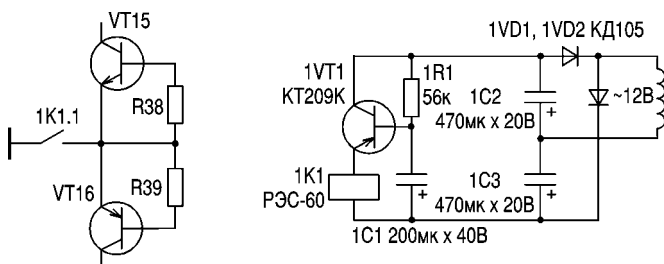
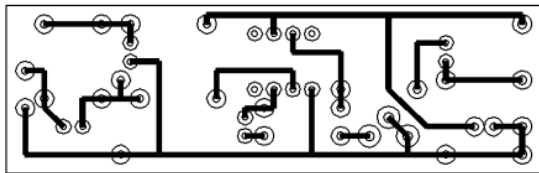

рис. 1
рис. 4
К счастью, этот дефект легко устраним, достаточно увеличить емкость конденсаторов С3 и С4 (см. схему [1], рис.4) примерно в пять раз или более, например, до 470 мкФ. При этом частота среза тоже уменьшается во столько же раз и оказывается менее 2 Гц, чего вполне достаточно с точки зрения известных психофизиологических свойств слуха. По той же причине следует увеличить и емкость конденсаторов С1 и С2 до 1 мкФ или более. Такая несложная модернизация
водов, во всяком случае, об их применении в [6] не упоминается). Автор [6] творчески подошел к публикациям [4, 5], не только **использовав суть изложенной в [4] идеи, структурную схему рис.4 [5]** предусилителя с ФРТ и **один к одному частотно-задающие цепочки ФРТ [4]**.
2. Однако возникает осложнение: процессы установления при включении питания задерживаются пропорционально увеличению емкости этих двух конденсаторов. Это уже и "хлопком" назвать нельзя. Предлагаю несложную, но эффективную схему (рис.1) устройства, представляющего собой реле задержки включения УМЗЧ в штатный режим работы, момент срабатывания которого задается времязадающей цепочкой R1, C1. Отличительной особенностью от других схем защиты является то, что АС постоянно подключена к выходу УМЗЧ. При включении питания и до срабатывания реле К1 его нормально замкнутые контакты К1.1 шунтируют на общий провод точку соединения эмиттеров VT15 и VT16 в схеме плавающего смещения (см. рис.4 [1]), тем самым сильно уменьшая входное сопротивление оконечного каскада. При этом напряжение на выходе усилителя при подключенной АС не может превысить долей вольта, и "хлопок" получается едва заметным.
Конструкция и детали. Усилитель (**рис.4**) выполнен на печатной плате размерами 22,5x70 мм (проводники показаны на просвет). Последовательно с резистором R5 предусмотрено место для установки подстроечного резистора типа СПЗ-38а сопротивлением 2,2 кОм.